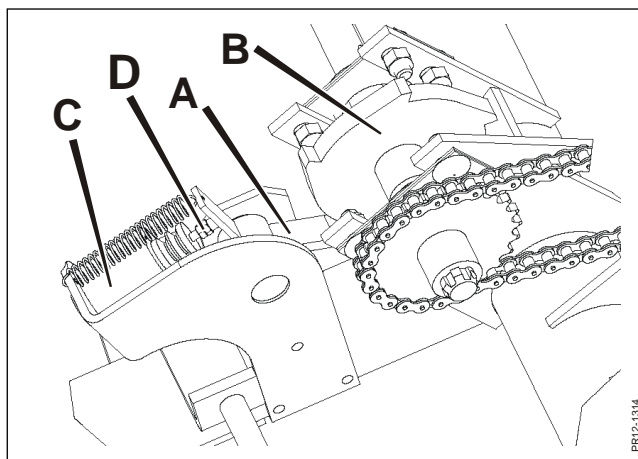

Fig. 5-9
**Fig. 5-9** På maskiner med metaldektektor er et stopsystem integreret i transmissionen for indføringssektionen. Systemet består af en klinge **A** og et klinkehjul **B**, og aktiveres af en spole **C**. Systemet aktiveres, når der er registreret metal i indføringssektionen og spolen får et signal fra elektronikken, der straks bringer klingen **A** i indgreb med klinkehjulet **B**, og indføringssektionen er blokeret.